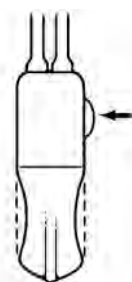

Figure 4-39. Lorsqu'un léger creux est ressenti, appuyer sur le bouton de désactivation
3. Lorsqu'il ne reste plus qu'un léger creux au niveau de la poire, appuyer sur le bouton de désactivation. **(Figure 4-39)**